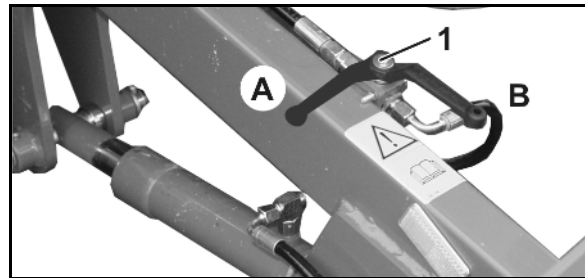

Fig. 97
4. Befüllschnecke hydraulisch ausklappen (Fig. 97/2).
6. Befüllschnecke hydraulisch antreiben (Fig. 97/1).
9. Befüllschnecke hydraulisch einklappen ausklappen (Fig. 97/2).